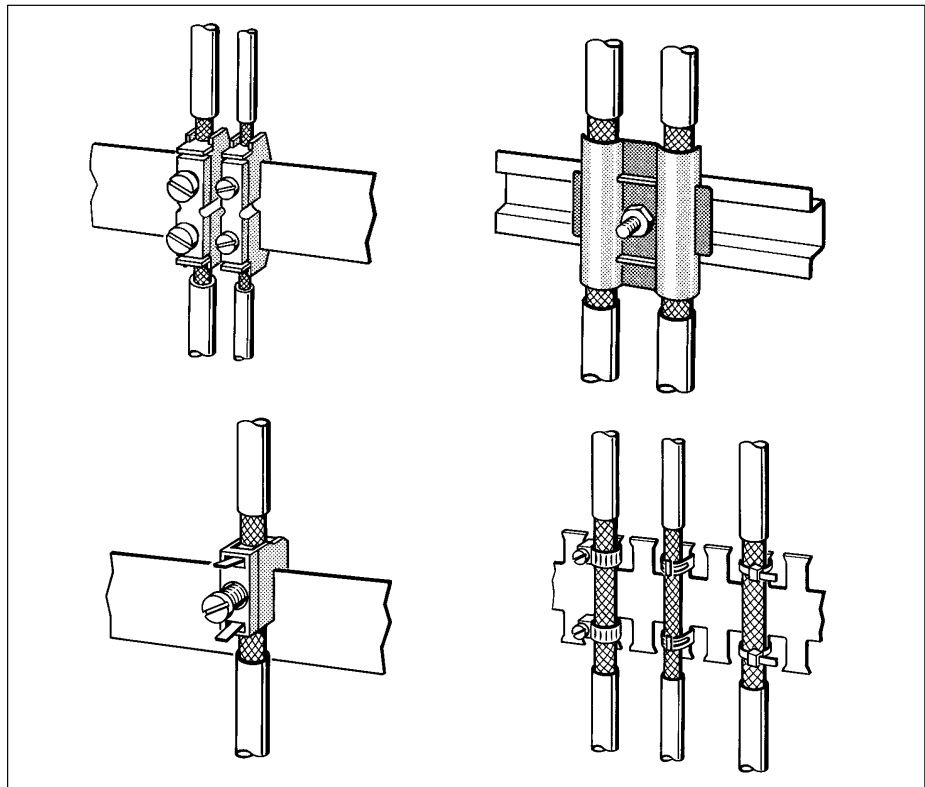

Figura 3-1 Fijación de líneas blindadas con abrazaderas para cables y cintas de empalme (representación esquemática).
- Las abrazaderas deben envolver con gran superficie el blindaje y ejercer un buen contacto (véase figura 3-1).